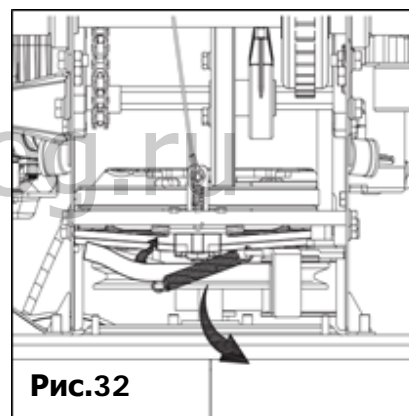

Рис.32
- Освободите опорный кронштейн пружины от рамы (Рис. 32).